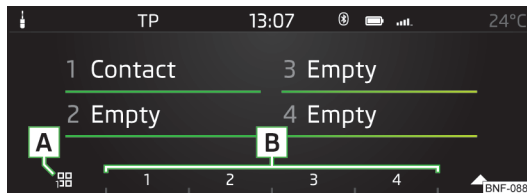

Abb. 115
- › Die Funktionstaste **[A]** » **Abb. 115** mehrmals nacheinander drücken, um die gewünschte Gruppe auszuwählen.
- › Zum Start des **Verbindungsaufbaus** die Funktionstaste des gewünschten Kontakts **[B]** » **Abb. 115** drücken.